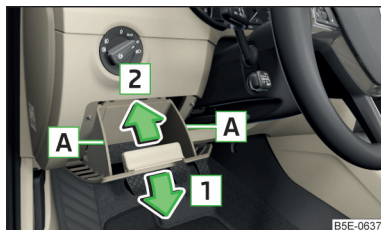

Fig. 351
- › Agarrar el compartimento guardaobjetos de lado en el área **A** y abrirlo tirando en el sentido de la flecha **1** (para abrir es necesaria mayor fuerza) » fig. 351.